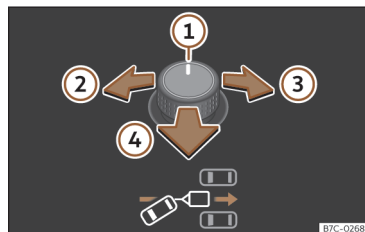
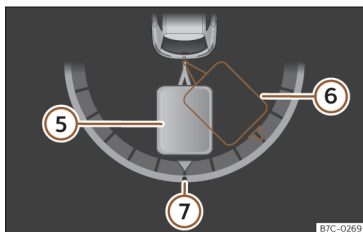

Fig. 144 Commande rotative des rétroviseurs extérieurs : régler l'angle de la remorque.
Fig. 145 Afficheur du combiné d'instruments : faire marche arrière.
Légende de la >>> **fig. 144**, >>> **fig. 145**:
- Faites basculer la commande rotative jusqu'à la direction voulue >>> **fig. 144**. L'écran du combiné d'instruments affiche à titre d'information une représentation de l'ensemble du véhicule tracteur et de la remorque dans sa position actuelle >>> **fig. 145**.